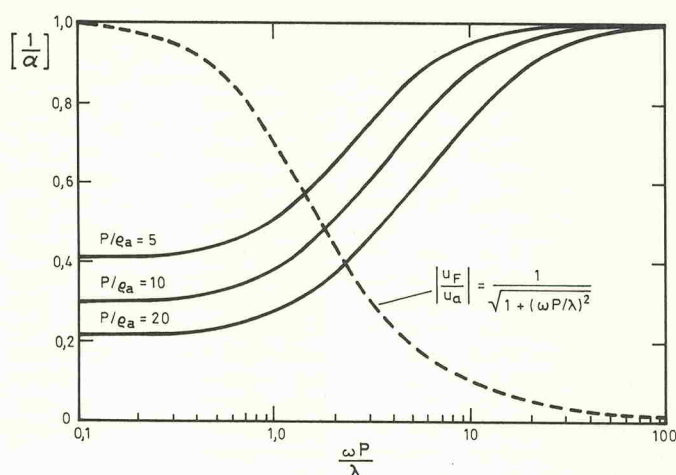

Bild 1. Der Einfluß von Faserwatte auf die Schallgeschwindigkeit.
Das Verhältnis der Schallgeschwindigkeit in faseriger Watte zur Schallgeschwindigkeit in freier Luft ist $1/\alpha$. Das wird in Bild 1 gezeigt. Die Werte wurden aus Gleichung (4a) berechnet für verschiedene Packungsdichtenverhältnisse P/ρ_a und aufgetragen über dem dimensionslosen Frequenzparameter $\omega P/\lambda$. Der Graph zeigt ebenfalls das Verhältnis der Faser/Luft-Geschwindigkeit, die aus Gleichung (5) berechnet wurden. Die gezeigten Ergebnisse machen quantitativ die Wirkung deutlich, die eine Faserwatte auf die Schallgeschwindigkeit bei verschiedener Packungsdichte hat. Es wird auch deutlich, wie die Fasern und die Luft miteinander bei niedrigen Frequenzen verkoppelt werden und bei hohen Frequenzen die Kopplung verlieren.